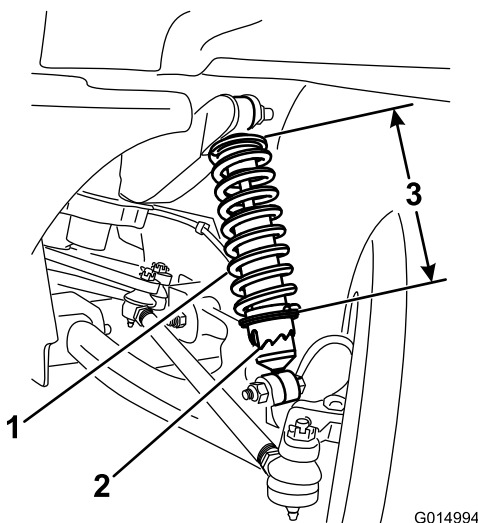

Figura 43
3. Usando la herramienta Toro 6010, gire el collarín del amortiguador para variar la longitud del muelle (Figura 43).